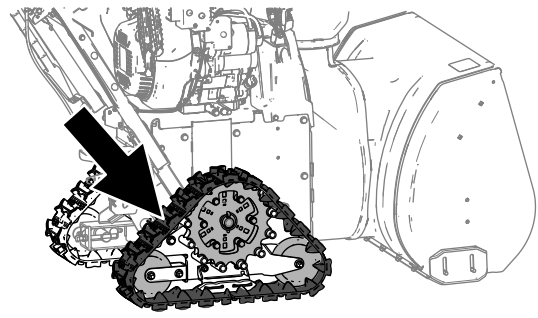

Figura 25
2. Aplique 44 N (10 lbf) de fuerza entre el rodillo central y el trasero (Figura 25).